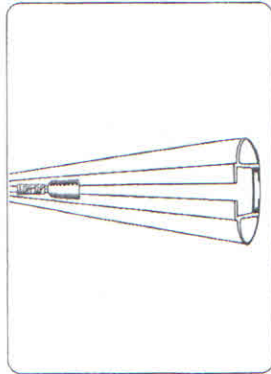

рис. 7
1.2.5. Возьмите из комплекта дугу. Вставьте отрезанную линейку в паз дуги закруглённым концом вперёд и шкалой наружу (рис. 7).